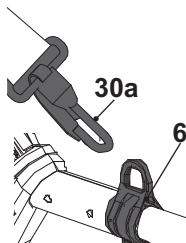

Fig. 21
2. Réglez la longueur du harnais (30) de manière à ce que le mousqueton (30a) se trouve à environ 15 cm sous votre taille.
3. Fixez le mousqueton (30a) à la boucle (6) (Fig. 21).